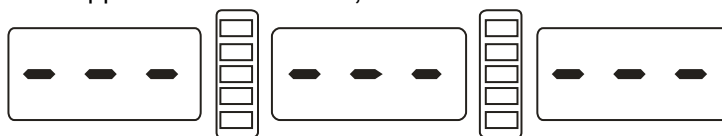

рисунок 17-1
17.2.4 Если при включении питания, на дисплее отображается рисунок 17-1, необходимо провести самокалибровку измерительной линейки, отрегулировать датчики или поменять датчики на новые;